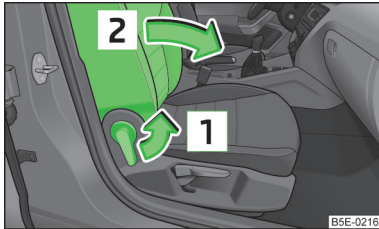

Abb. 56
- Den Hebel in Pfeilrichtung **1** » Abb. 56 ziehen.